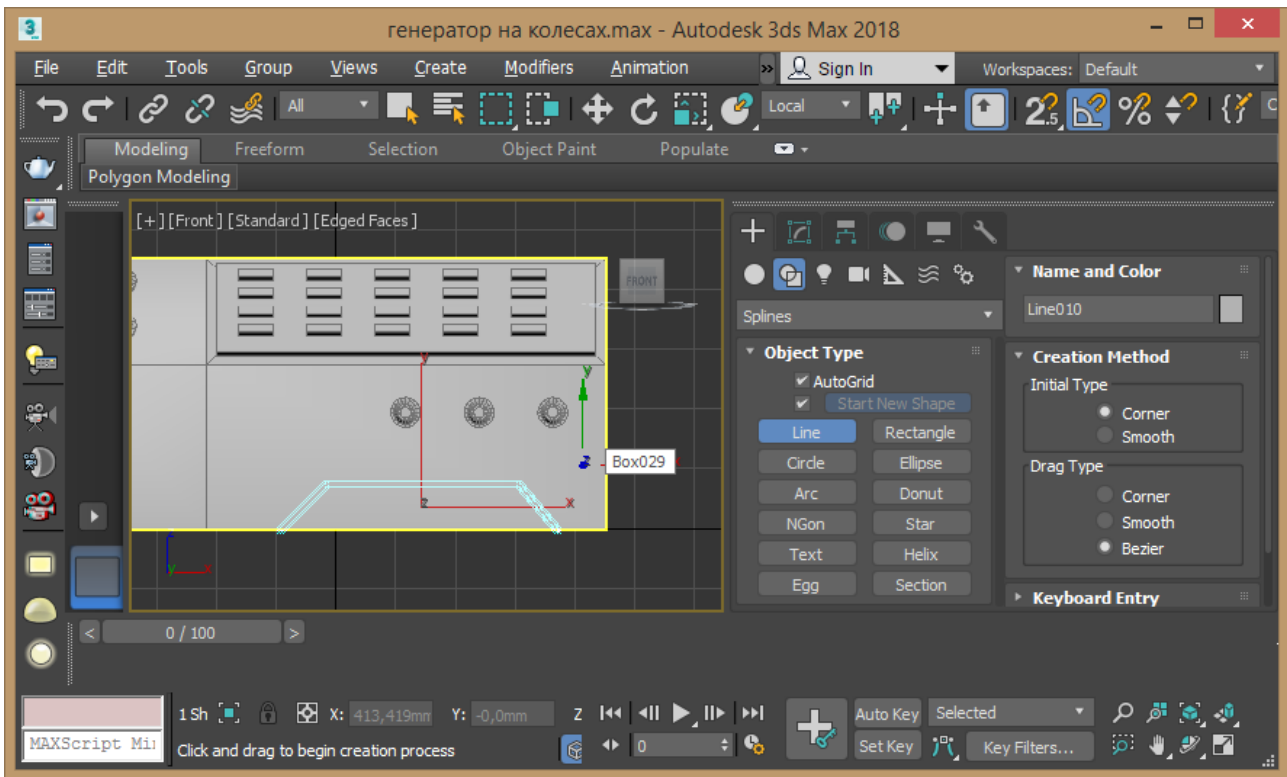

Рис. 2.16 – Створення бічного профілю
15. Для створення крила під колесо перемикаємось у видовий екран Front і за допомогою сплайна Line створюємо бічний профіль. Задаємо ширину профілю 100 мм в параметрах Render (рис. 2.16).